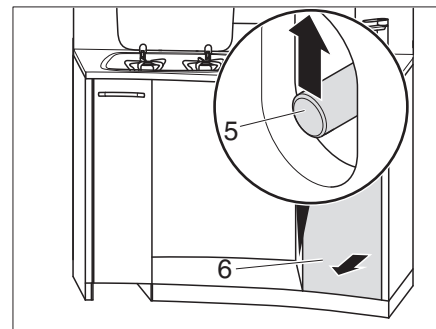

Fig. 126 Déverrouiller le tiroir de cuisine haut
- Passer une main dans l'ouverture et pousser la tige de poussée (Fig. 126,5) vers le haut.